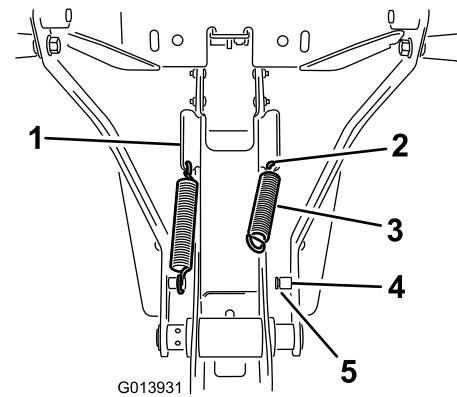

Figura 7
1. Instale as molas no furo na extremidade inferior da patilha angulada no lado do conjunto da estrutura (Figura 7).
2. Prenda uma extremidade da mola ao furo (Figura 7).
3. Certifique-se de que a extremidade da mola está bem encaixada na ranhura da coluna (Figura 7).